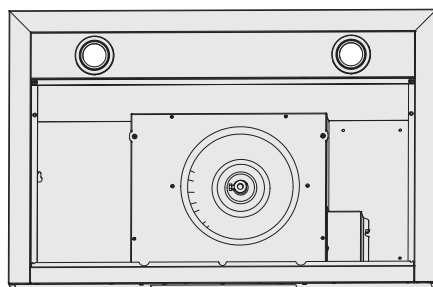

Figure 2
- Enlevez les deux filtres pour permettre l'accès à l'intérieur de l'unité. (Voir figure 2)